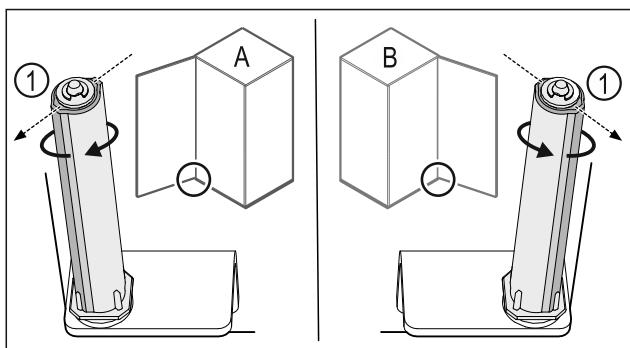

Fig. 43 Hapja majtas (A) / Hapja djathtas (B)
- Rrotulloni sistemin e mbylljes kundër rezistencës, derisa shufra e sistemit të mbylljes Fig. 43 (1) të jetë drejtuar nga jashtë.